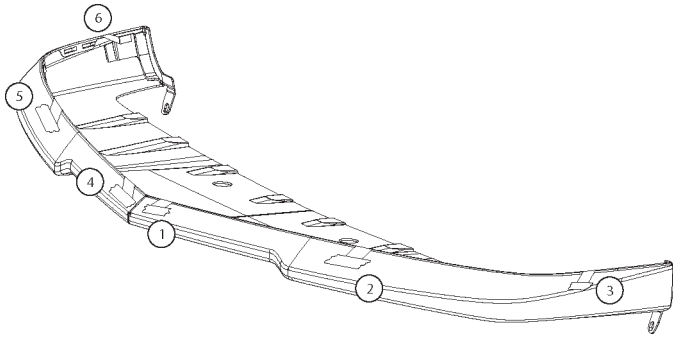

FIGURA 30
4. Acople las lengüetas guía de cinta adhesiva al exterior de la parte con cinta adhesiva. Consulte la figura 30.